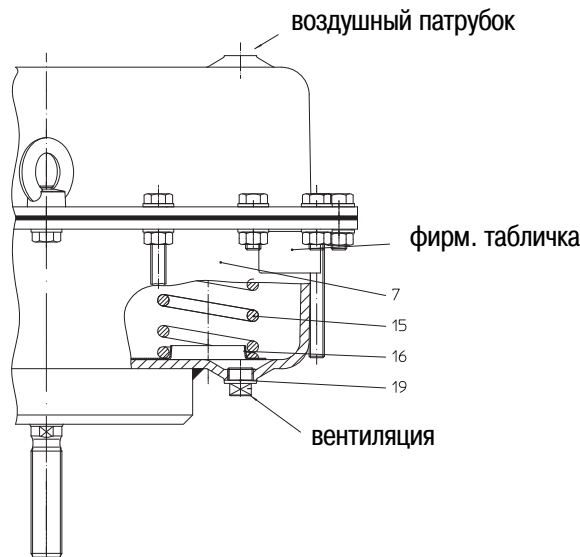

Рис. 26
- Установите закатывающуюся мембрану (10) и мембранную тарелку (10), а также элемент центрирования пружин (16) в кожух (18).
- Установите пружины (15) на центрирующий элемент (16) затем уложите второй центрирующий элемент (16) на пружины (15) и выровняйте его.
- Следите за правильной посадкой пружин! (см .Рис. 26!) Расположите пружины (15) так, чтобы над вырезом в центрирующем пружины элементе (16) располагалось вентиляционное отверстие в днище мембраны (19).
- Насадите днище мембраны (7) вместе с направляющей (3) на шпindel (1) и закрепите винтами. (момент затяжки см. п. 8.1)